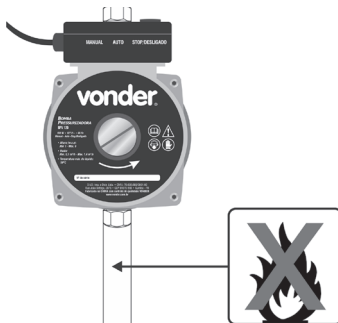

Fig. 8 - Risco de explosão
- A água bombeada deve ser limpa e não conter partículas sólidas, fibras ou óleo, pois pode danificar, queimar ou explodir a bomba pressurizadora (fig. 8).